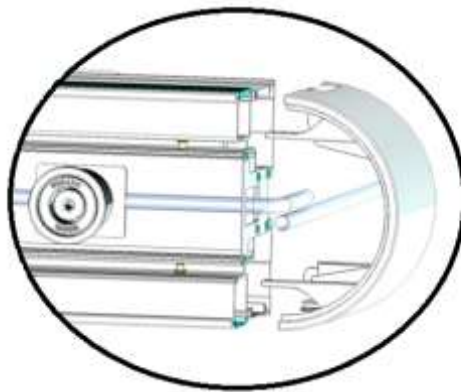

Abb. 11 Anschluss für medizinische Gase und Vakuum
- Schneiden Sie das Rohr ① der Gerätekanalisation und das Rohr ② des entsprechenden Gaskreislaufs, das von der Anlage kommt, ab.
- Setzen Sie das Kupferzubehörteil (Winkelstück) ③ ein, indem Sie die beiden Rohre miteinander verbinden.
- Schweißen Sie die 3 Komponenten wie in der Abbildung 11 rechts gezeigt.